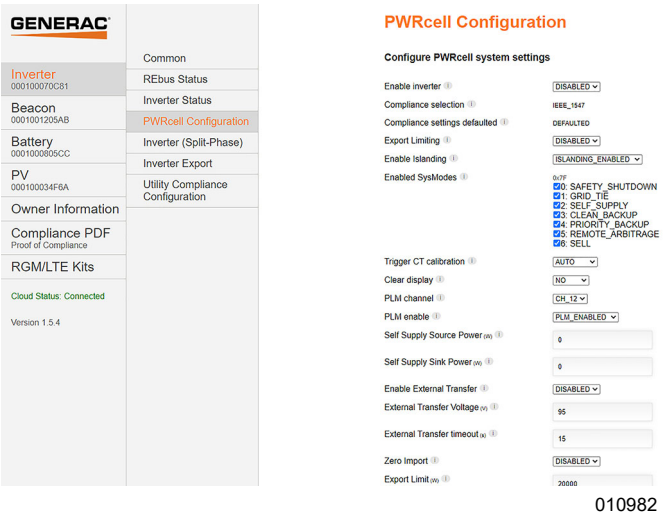

Figura 6-29. Configuración de PWRcell
3. Consulte la Figura 6-29. Para modificar un ajuste, haga clic en él, seleccione el cambio deseado, y haga clic en Submit (Enviar). Ninguno de los cambios seleccionados se implementará a menos que se seleccione Submit al final.